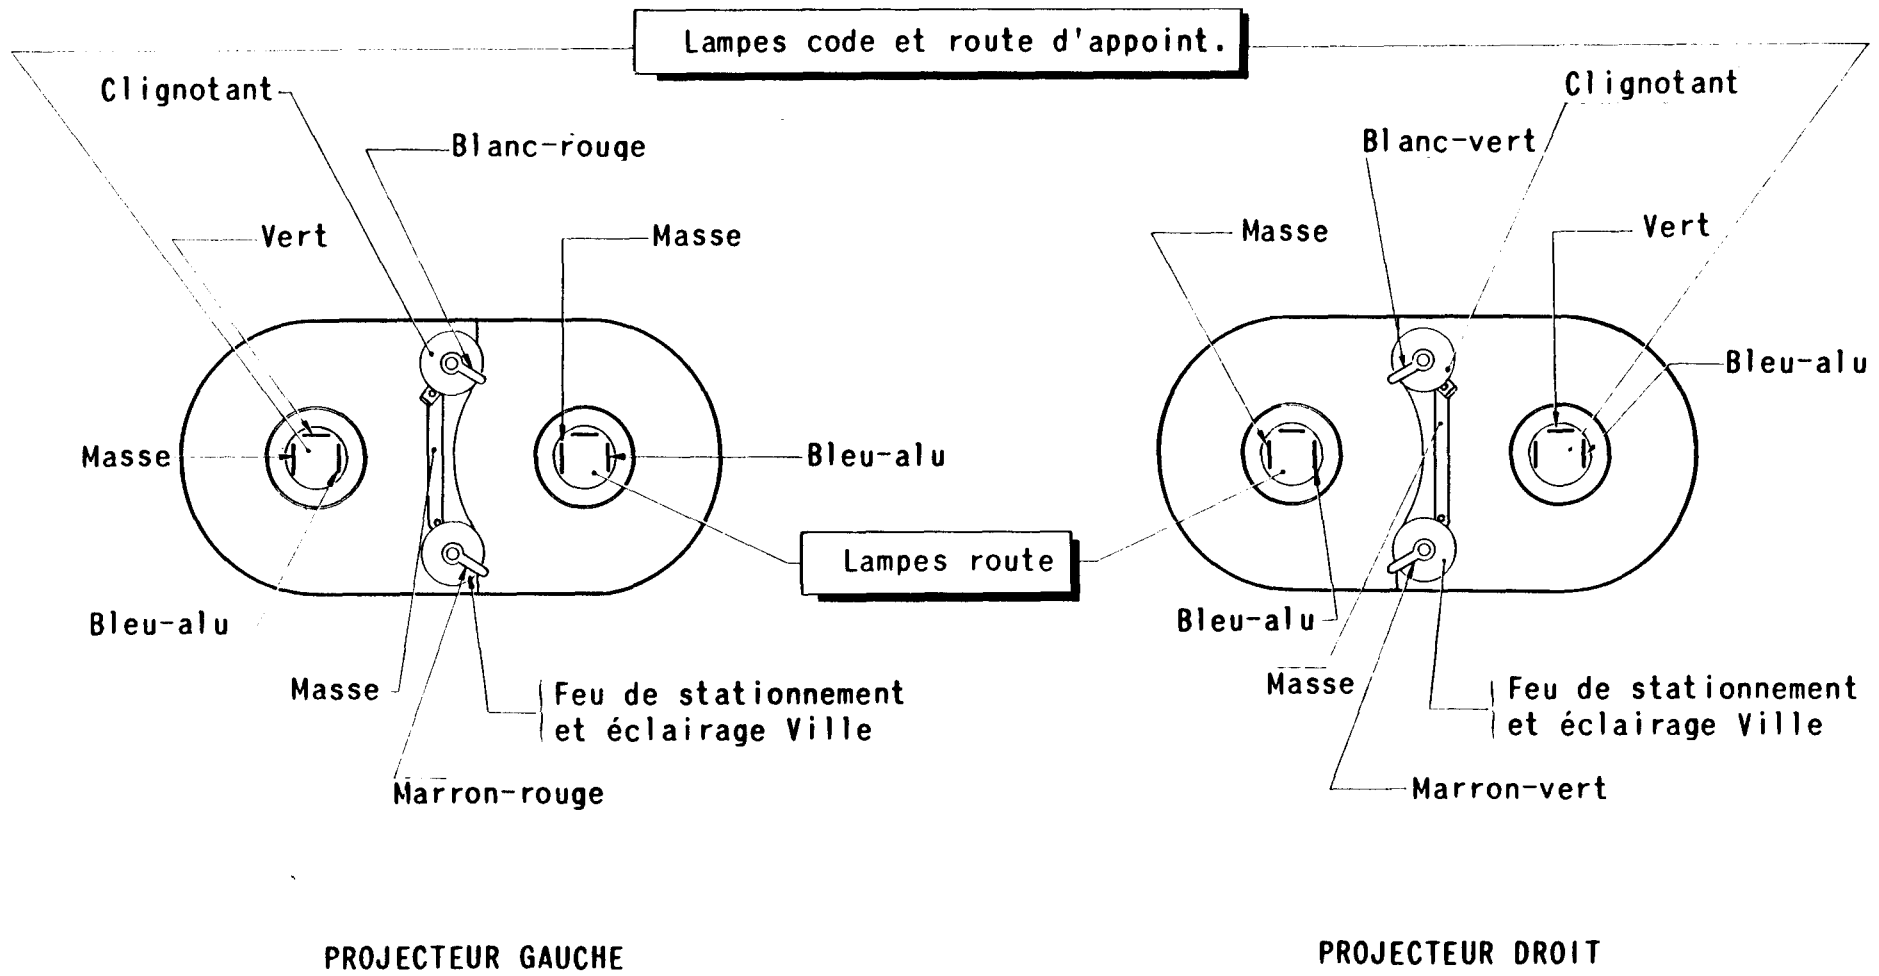

Fig. 23
- 5) Présenter le projecteur, glace dirigée vers le haut marque CIBIE côté extérieur de la voiture, le palier supérieur des barres de rappel placé dans la partie la plus profonde du projecteur et l'engager dans cette position. Poser les deux lampes i phare-code t (le téton face à l'encoche du bloc optique) rabattre les agrafes. Poser les deux bonnettes d'étanchéité. Poser les lampes de feux de position et d'indicateur de direction. Mettre en place les porte-lampe (lampe de 25 W en haut). (Fig. 23).
- 6) Accrocher le ressort (6) d'abord sur la patte du panneau latéral, approcher le projecteur puis accrocher le ressort sur la patte (7). Mettre en place le projecteur et le maintenir d'une main, appuyer dans son logement, de l'autre main, engager la manette (16) d'abord dans le trou de la patte (13), et ensuite en faisant levier, dans la patte (15). Une fois les ressorts accrochés, parfaire la mise en place du projecteur dans son logement.
Nota - Jusqu'au 18 Février 1964 les voitures ont été équipées d'un faisceau différent (sans connecteurs de phares). Se reporter à la fig.23 pour le branchement des fiches.